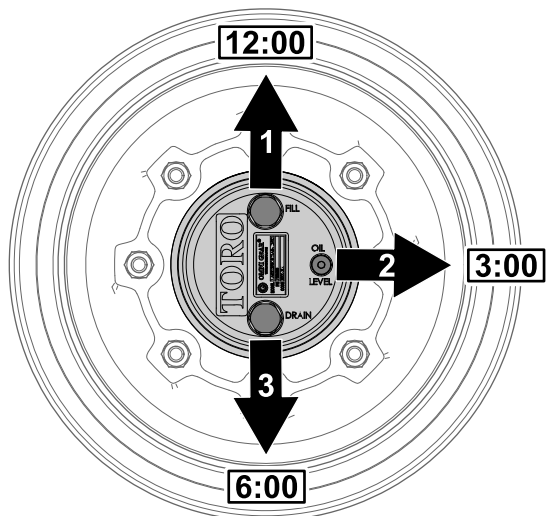

Figure 59
1. Garez la machine sur une surface plane et horizontale, tournez la roue de sorte que le bouchon de remplissage soit à la position 12 heures, le bouchon de contrôle soit à la position 3 heures et le bouchon de vidange soit à la position 6 heures (Figure 59).
2. Retirez le bouchon de contrôle à la position 3 heures (Figure 59).
position 3 heures et le bouchon de vidange soit à la position 6 heures ; voir Figure 59 sous Contrôle du niveau de lubrifiant du train planétaire (page 55).